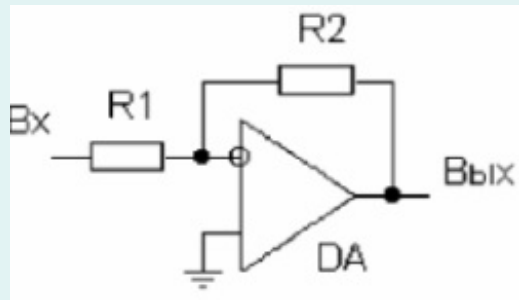
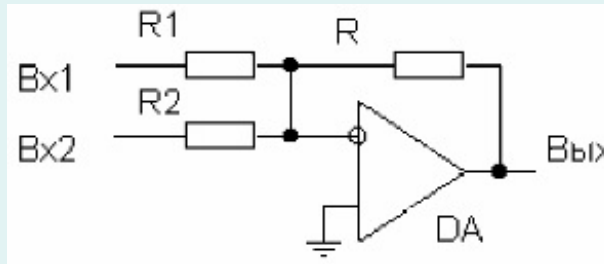
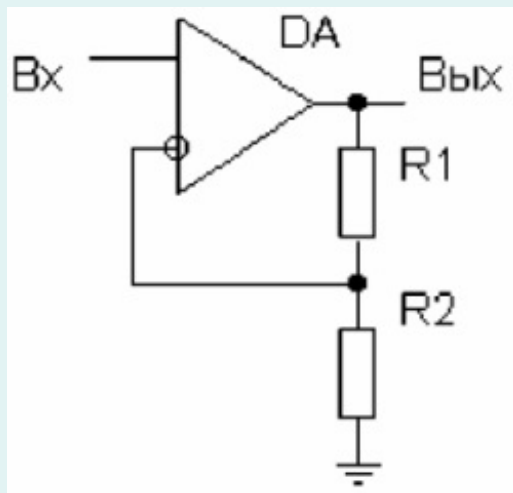
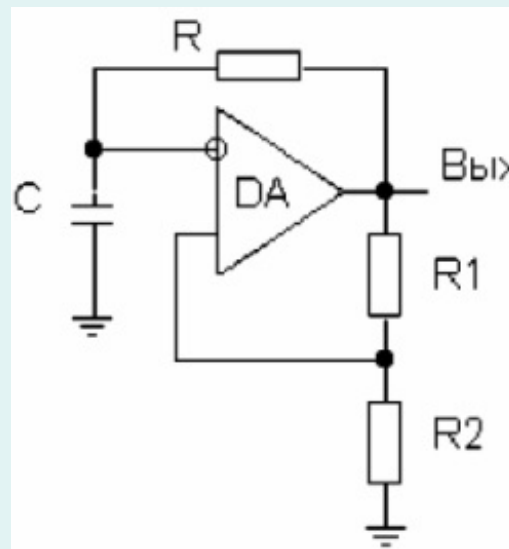

Рис. 1. Инвертирующий усилитель на ОУ
Рис. 3. Сумматор на ОУ
Рис. 2. Неинвертирующий усилитель на ОУ
Рис. 4. Мультивибратор на ОУ
операционного усилителя: инвертирующий (рис. 1) и неинвертирующий усилители (рис. 2), сумматор (рис. 3) и генератор прямоугольных импульсов - симметричный мультивибратор (рис. 4). Работа схемы исследуется методом моделирования в среде программы Orcad 9.2.
- Для инвертирующего (рис. 1) и неинвертирующего усилителя (рис. 2)